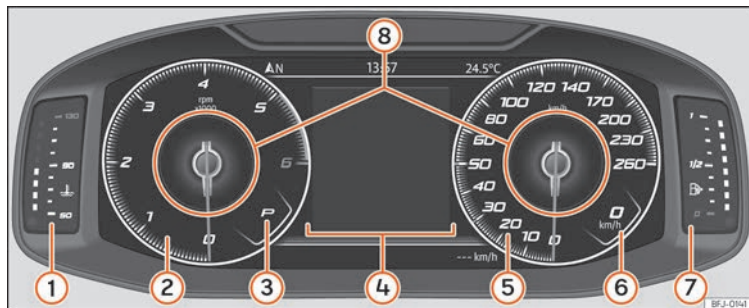

Fig. 124 SEAT Digital Cockpit sur le tableau de bord (vue classique).
La *Vue Classique* et les *Semicircular watches* offrent la possibilité de personnaliser les informations figurant dans les **Profils d'information** » **fig. 124** ⑧.
Les aiguilles du compte-tours et du tachymètre sont affichées en entier »» fig. 124.